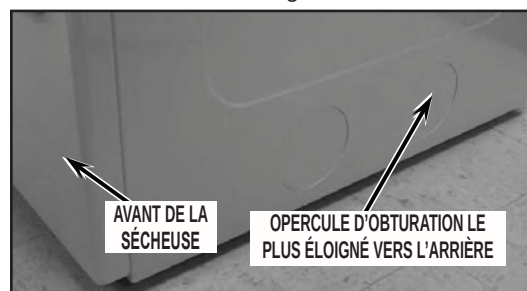

FIGURE 23
1. Faisant face à l'appareil, examiner la partie inférieure du panneau latéral de droite. S'il y a deux (2) orifices de sortie obturés par un opercule d'obturation, **ARRACHER UNIQUEMENT L'OPERCULE D'OBTURATION LE PLUS ÉLOIGNÉ VERS L'ARRIÈRE**. Voir la *Figure 23*.